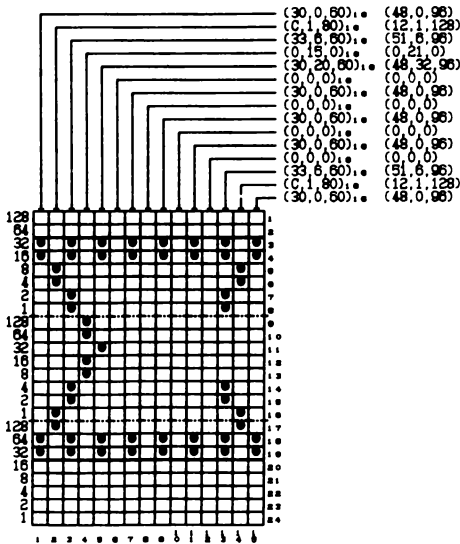

Рис. 5.6. Сетка для представления "нормальных" символов обычной высоты в 24-игольчатых принтерах
На рис. 5.6 показано размещение на сетке символа обычной высоты (основная часть символа). Теоретически можно использовать все 24 ряда. Но чаще несколько верхних и нижних рядов не заполняются (на рисунке они отделены жирной линией).
Пример, представленный ниже, загружает символ, приведенный на рис. 5.6. Символу присвоен код "А" (4116 (65)).
где AD — абсолютный адрес начала описания символа (два байта);  $a_1$  — атрибут, включающий: признак псевдографики, признак загружаемого символа и число колонок символа, бит 7 атрибута, установленный в 1 соответствует символу псевдографики (высота такого символа может быть до 36 точек), если бит 6 равен 0, то описываемый символ — загружаемый, если равен 1, то встроенный, биты с 5-го по 0-ой содержат число колонок символа, отведенных под ЗГ;  $a_2$  — атрибут, определяющий тип символа псевдографики (биты 6, 7) и ширину символа минус единица (биты 5-0); MC — маски сжатия (5 байт); <данные> — байты, описывающие символ. Каждая колонка задается тремя байтами (1-й байт содержит верхние восемь рядов, 2-й — следующие восемь рядов и 3-й — нижние восемь рядов, см. рис. 5.6).